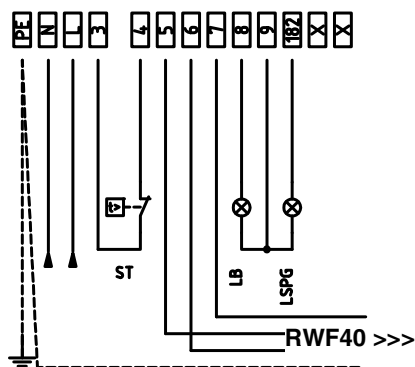

Рис. 21: Модулирующие горелки
3). В случае с модулирующими горелками, клеммы 5,6 и 7 клеммника МА горелки уже подсоединены с модулирующему регулятору (мод. **RWF 40**). С электрощита выходит 4-х полюсная вилка, предназначенная для подключения датчика температуры или давления (см. Рис. 21)